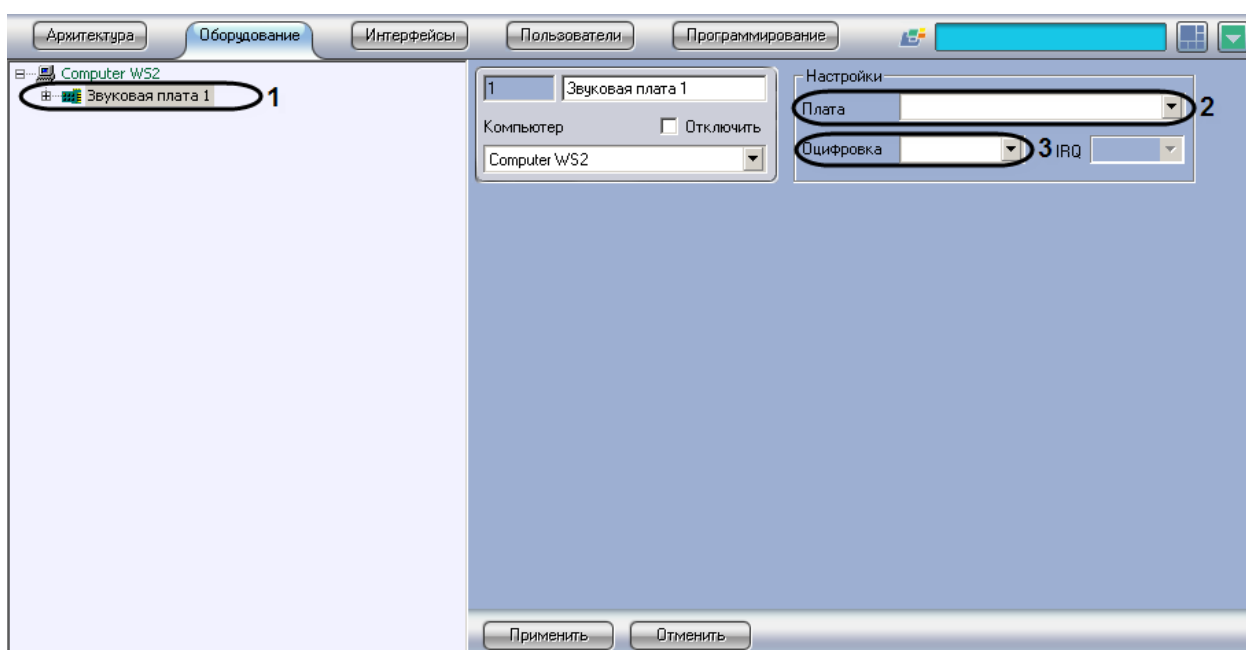

Рис. 3.1—14 Настройка объекта «Звуковая плата»
- 5.1. В списке «Плата» указать тип и PCI-канал платы (Рис. 3.1—14, 2). Между объектами «Звуковая плата» PCI-каналы распределяются в сквозном порядке, начиная с «0».